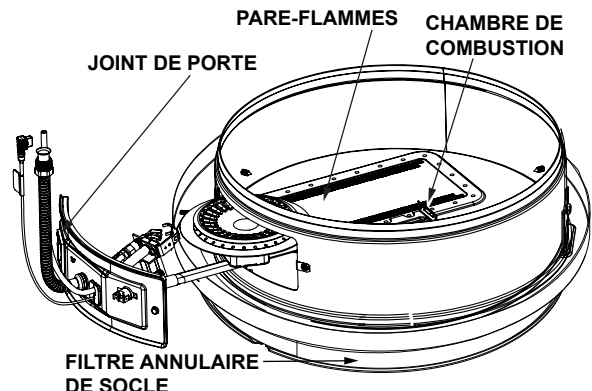

FIGURE 30.
3. Insérer l'ensemble collecteur/brûleur dans le compartiment du brûleur et s'assurer que la pointe du tube du collecteur s'engage dans la rainure du support interne de la chambre de combustion (Figures 30 et 31).